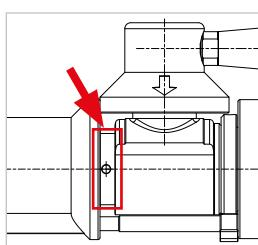

Figure 11
- ▶ Tournez le levier de commande (pos. 3) de 90° de la position OFF à la position ON. Vaporisez le lubrifiant une fois sur la zone marquée (*Figure 11*).